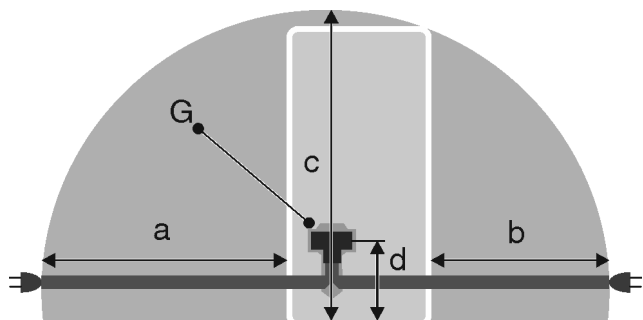

Fig. 25
- 插座位于给定区域内的设备后面板区域之外 Fig. 25 (a, b, c)。
- ▶ 将设备插头 Fig. 25 (G) 插入设备背面。确保正确地插入到位。